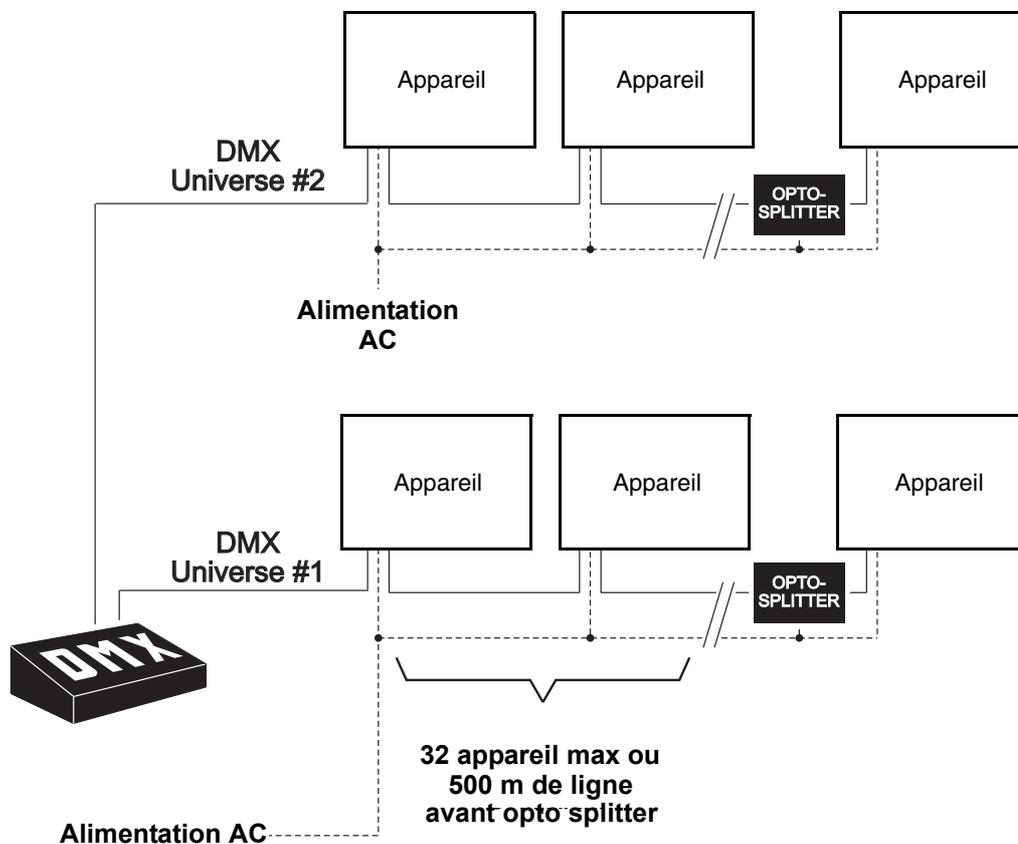

Figure 8: Synoptique de câblage secteur et télécommande
La Figure 8 donne un synoptique du câblage complet du système. Les lignes en pointillé représentent le secteur. Les lignes pleines représentent les télécommandes.
Consultez la Figure 8 en page 15 pour un synoptique de câblage de l'ensemble. Si vous avez besoin d'aide pour dimensionner le système de distribution électrique, contactez votre revendeur Martin Architectural pour une assistance.
- Les projecteurs sont câblés en cascade, c'est à dire que les câbles forment une ligne passant par tous les projecteurs. Voir Figure 8 en page 15.